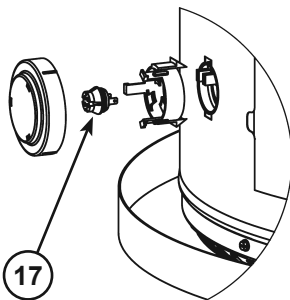

Figure 8
- 17 Capteur de vapeur inflammable (sous le couvercle) (voir Figure 8)